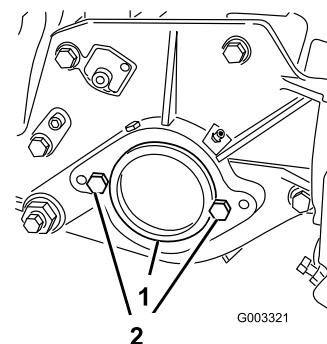

Figure 17
2. A l'extrême droite du plateau de coupe, retirez l'obturateur en plastique du logement de roulements (Figure 17).
3. Enlevez les 2 vis de la plaque latérale droite (Figure 17).
- Placez les 2 vis de fixation du moteur de cylindre sur la plaque latérale gauche du plateau de coupe sans les serrer (Figure 17).